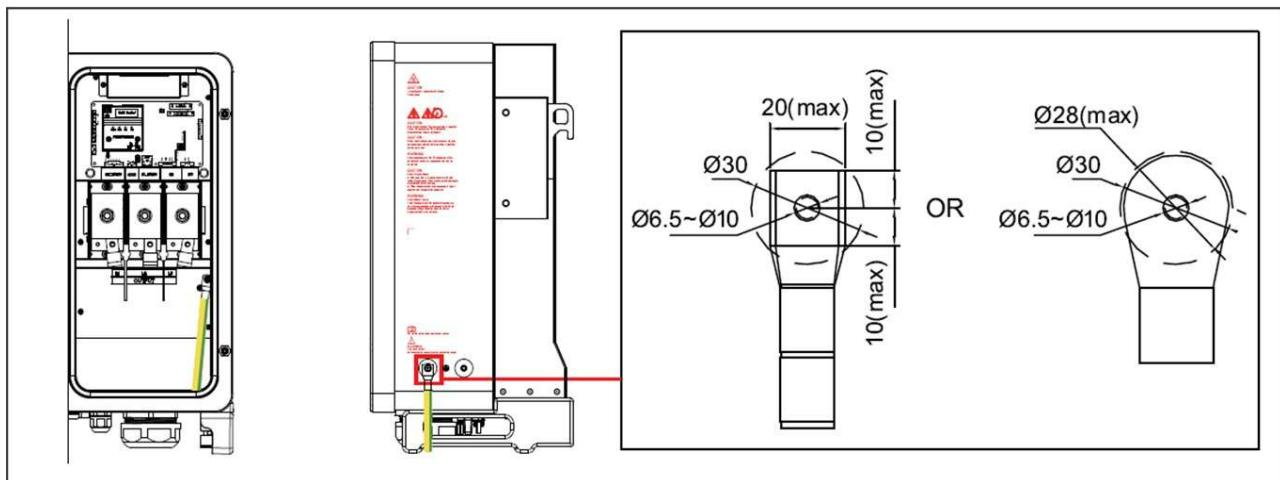

Figura 4-5 Métodos de conexión a tierra
- a) Conecte el polo de conexión a tierra interno situado en el lado derecho del terminal de CA, como se muestra en la Figura 4-5 de la izquierda.
- b) Conecte el polo de conexión a tierra externo situado en la parte inferior de la máquina, junto al puerto CA, como se muestra en la figura 4-5 de la derecha.